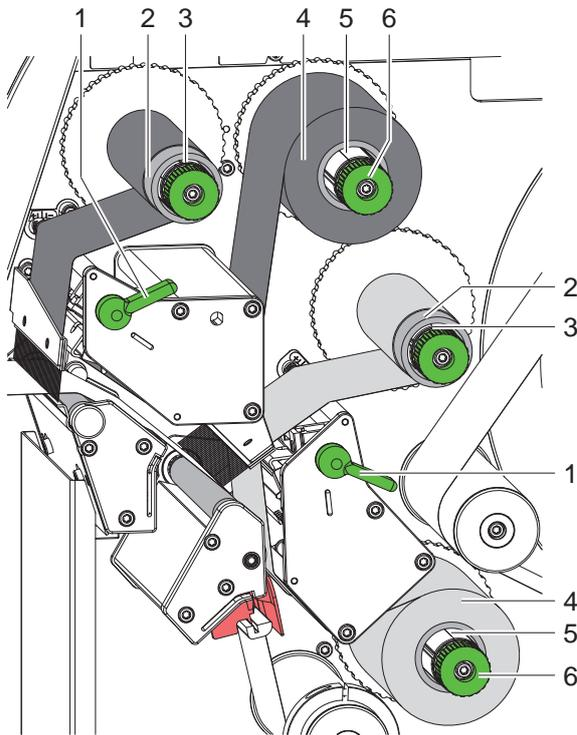

Figure 14 Insertion du ruban transfert
2. Tourner le levier (1) dans le sens inverse des aiguilles d'une montre pour soulever la tête d'impression.
3. Pousser le rouleau de ruban transfert (4) jusqu'à la butée sur le dérouleur (5) de manière à ce que la partie encrée du ruban soit orientée à l'opposé de la tête d'impression lors du déroulement.
4. Maintenir le dérouleur (5) et tourner le bouton de réglage (6) du dérouleur dans le sens inverse des aiguilles d'une montre jusqu'à ce que le rouleau soit fixé.
5. Pousser un mandrin (2) approprié sur l'enrouleur de ruban transfert (3) et le fixer de la même manière.
6. Guider le ruban transfert à travers le mécanisme d'impression comme décrit dans la figure 14. La ligne en pointillée représente un ruban transfert à encre externe.
7. Fixer le début de ruban transfert avec une bande adhésive sur le mandrin (2). Respecter le sens de rotation de l'enrouleur de ruban transfert, à l'inverse des aiguilles d'une montre.
8. Tourner l'enrouleur de ruban transfert (3) dans le sens inverse des aiguilles d'une montre pour lisser le ruban transfert.
9. Tourner le levier (1) dans le sens des aiguilles d'une montre pour verrouiller la tête d'impression.